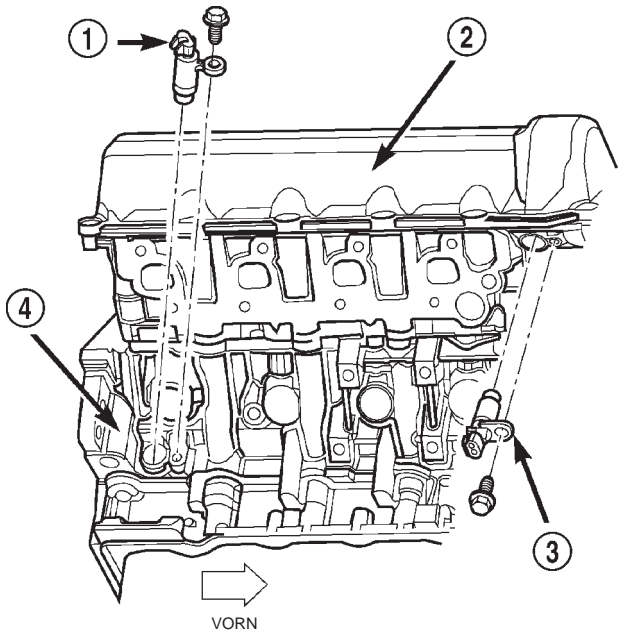

Abb. 93 Nockenwellenfühler
(6) Nockenwellenfühler ausbauen (Abb. 93).
(11) Nockenwellenfühler einbauen (Abb. 93).
(12) Ventildeckel montieren.